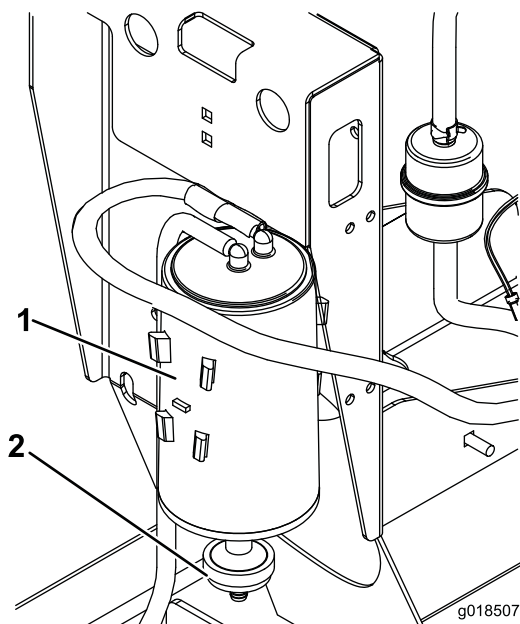

図 18
2. カーボンキャニスタフィルタを取り外して廃棄する(図 18)。